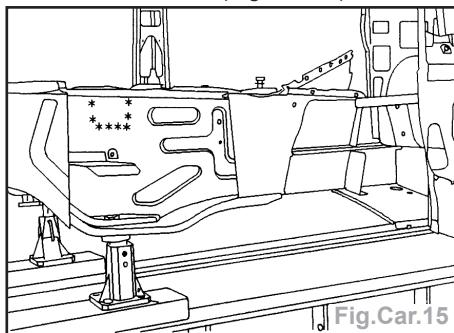

Fig.Car.15
- Dégrafer la ligne de points à l'aide d'une fraise de Ø 8 mm (Fig.Car.15).